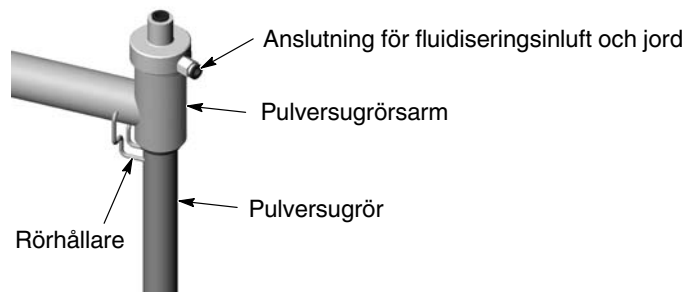

Bild 4-1 Funktion av rörhållaren för sugröret
1. Se bild 4-1. Lyft upp sugröret och sväng rörhållaren ner och under sugrörets ände för att hålla det på plats på armen.